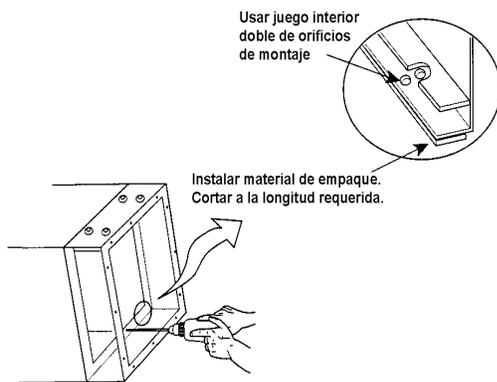

Figura 15
2. Instale la junta de empaque autoadhesiva en el lado de la pestaña del gabinete del purificador de aire, mismo que se empatará con la unidad interior. Esta pestaña tiene un juego doble de orificios. Véase la **Figura 15**.
8. Asegure bien la unidad usando los tornillos autorroscantes de lámina de acero provistos. Ver **Figura 15**.
3. Instale la junta de empaque auto-adhesiva en el lado de la pestaña del gabinete del purificador de aire, mismo que se empatará con la unidad interior. Esta pestaña tiene un juego doble de orificios. Véase la **Figura 15**.